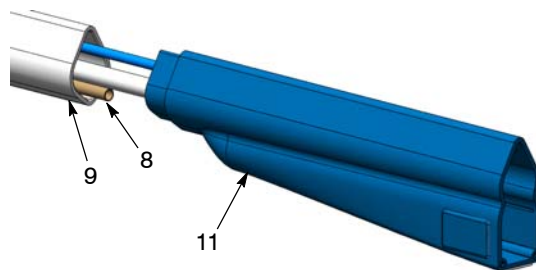

Рис. 40 Вытягивание корпуса из трубки корпуса
4. См. рис. 40. Вытянуть корпус (11) из трубки корпуса (9), чтобы открыть доступ к направляющей кабеля (8).
- См. рис. 40. Вставить конец кабеля в направляющую кабеля (8) и проталкивать его через направляющую, одновременно вводя через корпус порошковую трубку и пневматическую трубку, как показано на рис. 41.